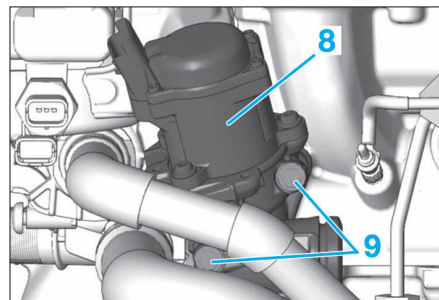

FIG. 46
- Déposer les vis (9) et la vanne EGR (8) (Fig.46).